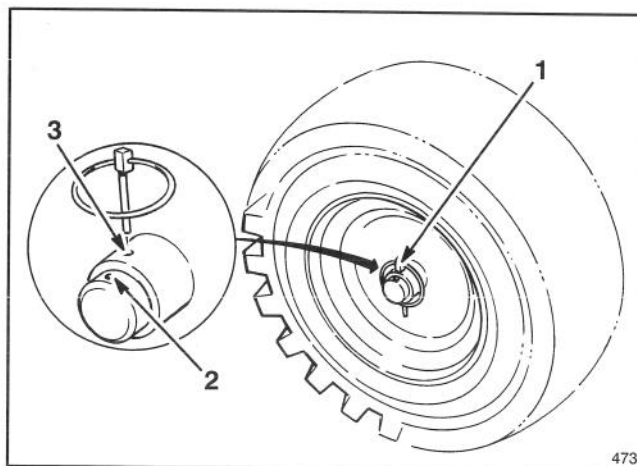

Figure 2
4. Remontez les roues. Remarquez que l'extrémité de l'essieu comporte deux trous. Les chevilles d'essieu doivent être installées dans le moyeu de roue et le trou intérieur de l'essieu (Fig. 2).